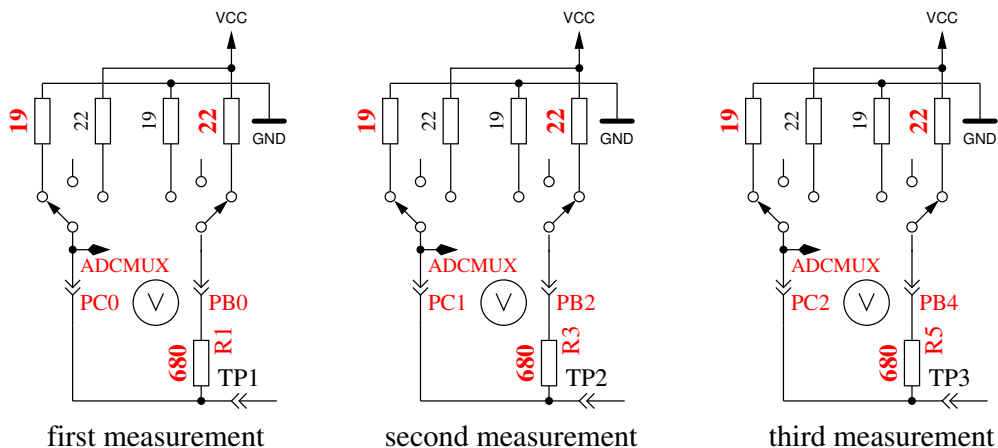

Abbildung 4.24: Messung des Innenwiderstandes von auf GND geschalteten Port C Ausgängen.
5. Dieser Schritt testet die **Fähigkeit von mit GND (-) verbundenen 470kΩ Widerständen (H) die Testpins auf GND zu ziehen**. Zeile 1 zeigt den Text „RH-“. Zeile 2 sollte für alle drei Pinne Null mV anzeigen.
6. Dieser Schritt testet die **Fähigkeit von mit VCC (+) verbundenen 470kΩ Widerständen (H) die Testpins auf VCC zu ziehen**. Zeile 1 zeigt den Text „RH+“. Der bestmögliche mV Wert für die drei Messungen wäre 5001 in Zeile 2. Große Abweichungen vom Idealwert für Schritt 5 und 6 sind Fehler wie Isolations Problem, Flußmittelreste oder beschädigter Port.
7. **Messung des Innenwiderstandes eines auf GND geschalteten Ausganges.** Der Text in der ersten Zeile des LCD ist „Ri.Lo = (mV)“. In der zweiten Zeile des LCDs werden drei Spannungswerte angezeigt. Die internen Port C Widerstände von auf GND (-) geschalteten Ausgängen werden mit dem Strom der nach VCC (+) geschalteten 680Ω Widerstände gemessen, siehe Abbildung 4.24. Es werden nur die drei Pinne des ADC Ports vermessen, die Widerstands-Ports PB0, PB2 und PB4 können nicht ohne Veränderung der Hardware gemessen werden. Es wird angenommen, daß die Port Widerstände von unterschiedlichen Ports nahezu identisch sind. Um die Widerstandswerte zu erhalten, müssen die angezeigten mV Werte durch ungefähr 7 geteilt werden (siehe Schritt 8).